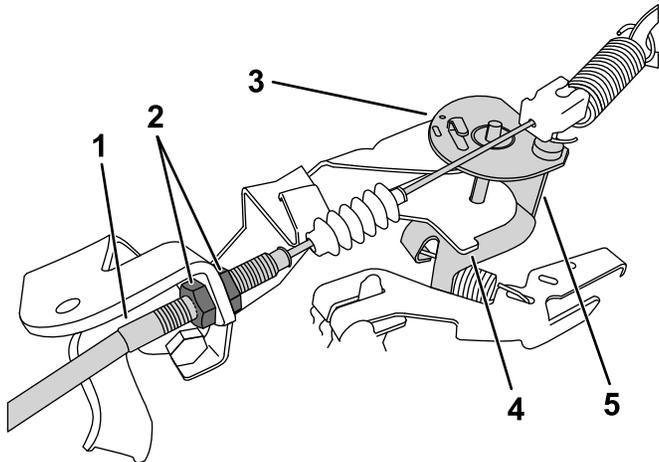

図 38
3. ローアイドルを高くするには、スロットルケーブルの前側のジャムナットをゆるめて後ジャムナットを締める 図 38。